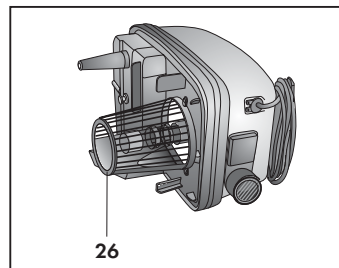

Fig. 35
- Svuotare il serbatoio di recupero (G).
- Attivare la funzione aspirazione con il tasto (11) ed aspirare l'acqua con gli accessori precedentemente utilizzati per la pulizia.
- Svuotare il serbatoio di recupero (G) e ripetere l'operazione se necessario.
Ogni qualvolta si esegue la pulizia della parte inferiore dell'apparecchio, pulire il filtro (26) nella parte esterna da eventuali residui solidi (**Fig. 35**).